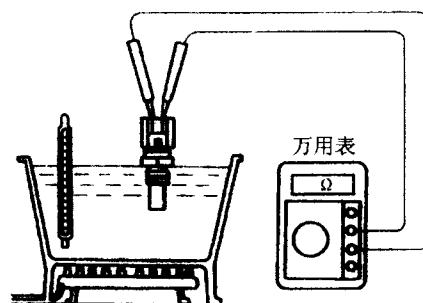

图 1-7 测量传感器在不同温度下的电阻
② 从发动机上拆下冷却液温度传感器, 将传感器置于烧杯的水中, 并对烧杯中的水进行加热, 同时用万用表测量在不同温度下水温传感器两接线端之间的电阻(图 1-7), 其电阻值应符合图 1-4 所示的温度特性, 或如表 1-1 及表 1-2 所示。如果测得电阻值不在表内的规定范围内且误差较大, 应更换冷却液温度传感器。